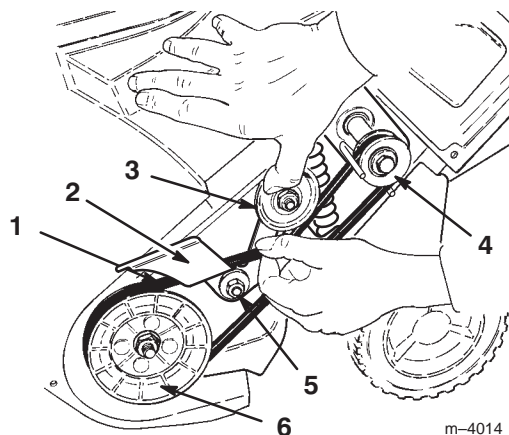

Figure 14
7. Desserrez l'écrou de pivot de renvoi (Fig. 14).
8. Déposez la courroie d'entraînement de la poulie de turbine (Fig. 14).
9. Appuyez sur la poulie de tension pour libérer le bras de frein et extraire la courroie usagée qui se trouve derrière (Fig. 14).
10. Déposez la courroie de la poulie d'entraînement (Fig. 14).
11. Enroulez la courroie d'entraînement neuve autour de la poulie d'entraînement et derrière le bras de frein (Fig. 14).
12. Saisissez la courroie d'entraînement neuve, glissez-la sur la poulie de turbine et tournez la turbine jusqu'à ce que la courroie soit entièrement installée (Fig. 14).
15. Serrez les écrous de montage du moteur et l'écrou de pivot de renvoi (Fig. 14) à un couple compris entre 19,2 et 22,6 Nm.